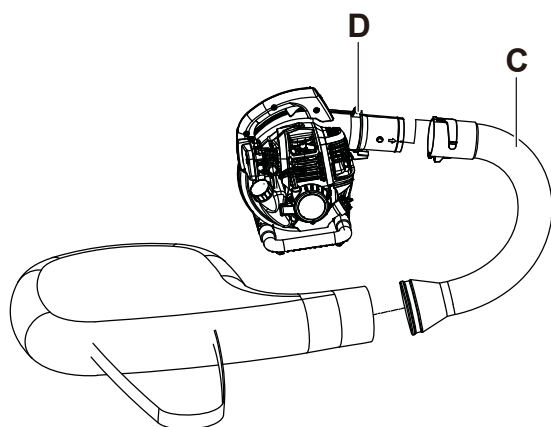

Fig. 5
2. Alinee las ranuras en el tubo curvo (C) con las protuberancias en la salida del soplador (D), deslice el tubo y gire hacia abajo hasta que se bloquee en su lugar. Cuando se ensambla correctamente, el tubo se curvará hacia abajo (Fig. 5).
2. Mientras sostiene la herramienta, gire el tubo curvo en sentido antihorario hasta que se desbloquee. (Fig. 5)